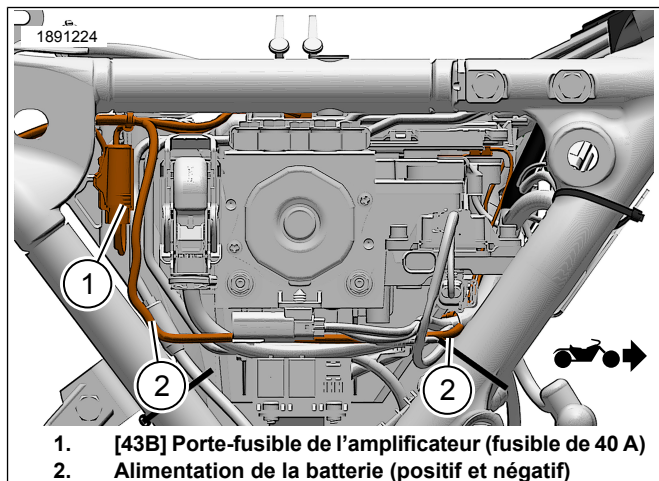

Figure 12. Vue droite de l'acheminement du faisceau externe sous la selle
9. Voir la figure 12. Retirer le porte-fusible [43B] du capuchon étanche.